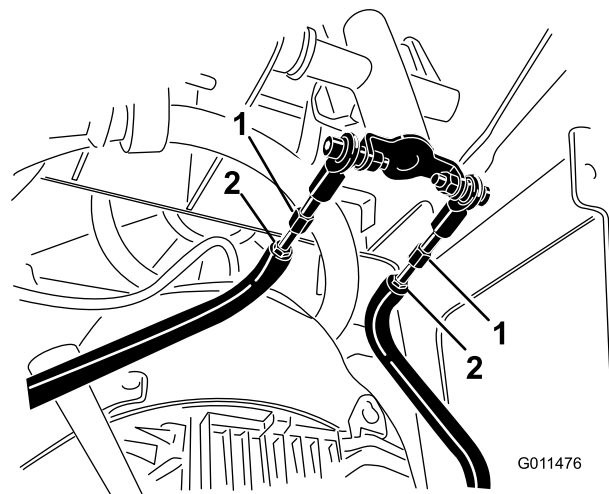

Figura 53
- D. Allentate i controdadi situati sulle aste di trazione, al di sotto della plancia (Figura 53).